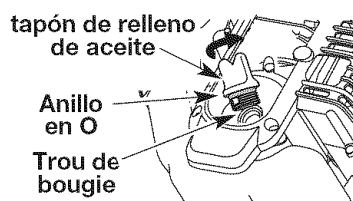

Fig. 20
**NOTA:** Verifique que el anillo en O esté en su lugar en el tapón de relleno de aceite / varilla de medición cuando mida y cambie el aceite (Fig. 20).